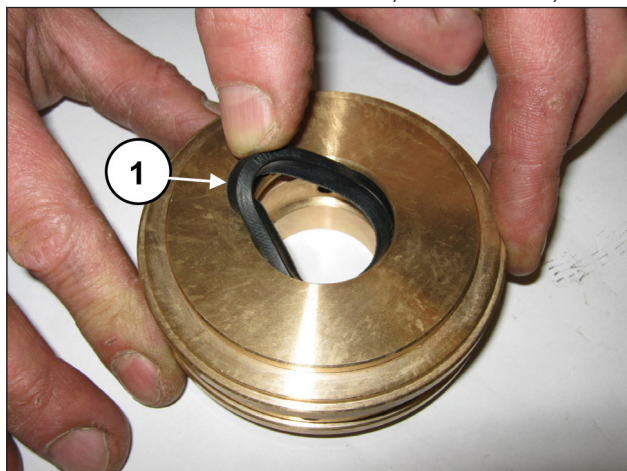

Fig. 181
Introducir la junta de baja presión en el soporte de la junta (pos. ①, Fig. 181) controlando el sentido de montaje (el labio de retención debe estar hacia adelante, hacia la cabeza).